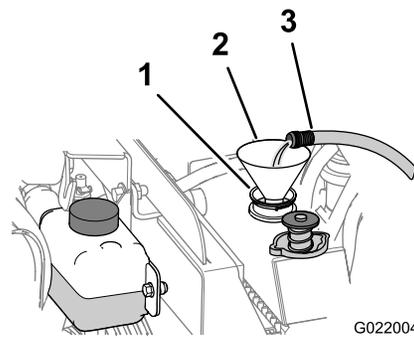

Figura 83
- B. Adicione água limpa até encher o radiador (Figura 83).